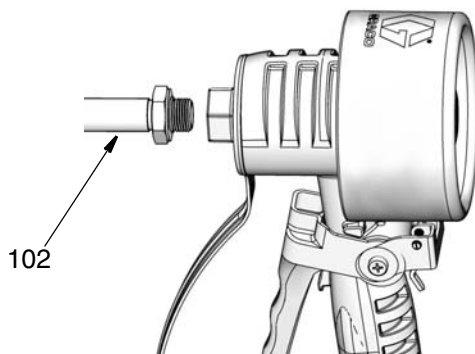

FIG. 5
**NOTA:** Non utilizzare nastro PTFE o sigillante per filettature sulle filettature della prolunga (102). Ciò potrebbe causare fughe dal raccordo.
- b. Filettare la prolunga (102) nell'alloggiamento del misuratore come illustrato nella FIG. 5 fino a quando non spunta dal fondo.